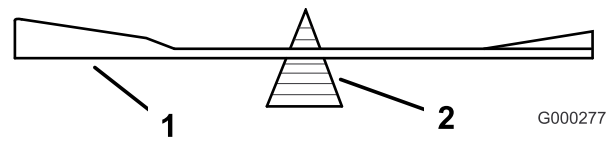
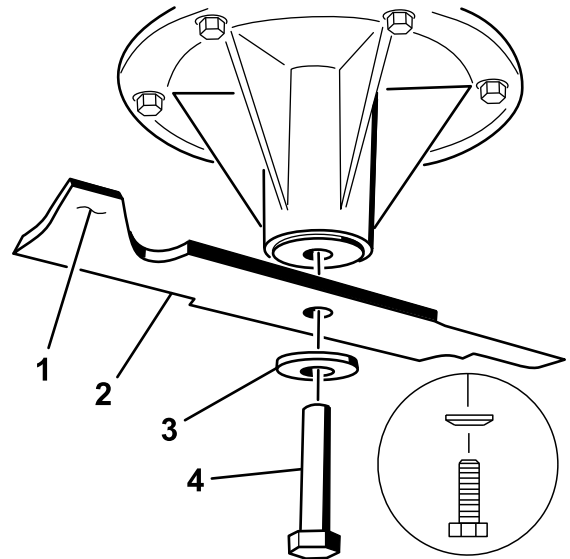

Figura 85
Figura 86
2. Togliete il bullone, il disco elastico e la lama dall'asse del fusello (Figura 86).
2. Controllate l'equilibrio della lama posizionandola su un bilanciatore (Figura 85). Se la lama rimane in posizione orizzontale, è bilanciata e può essere utilizzata. Se la lama non è bilanciata, limate del metallo soltanto dalla costa (Figura 86). Ripetete la procedura finché la lama non è perfettamente bilanciata.
1. Montate la lama sull'asse del fusello (Figura 86).
2. Montate la rondella curva e il bullone della lama. La parte sporgente della rondella curva deve essere rivolta in verso la testa del bullone (Figura 86). Serrate il bullone della lama a 115–150 Nm.